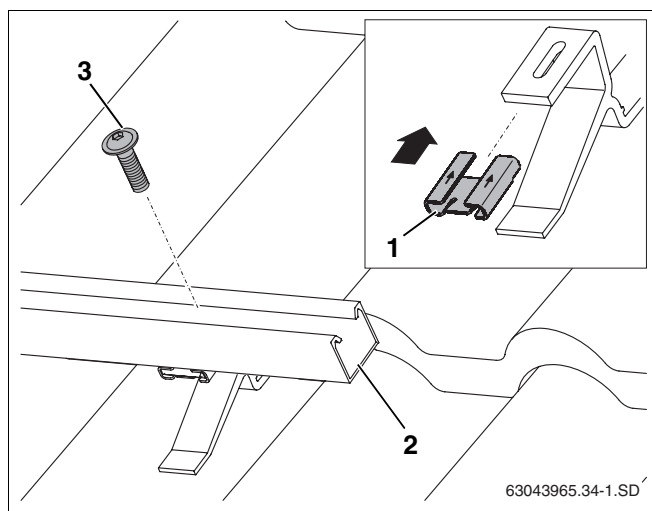

Fig. 32 Fixation des rails profilés sur les crochets
- Glisser l'écrou coulissant (fig. 32, **pos. 1**) dans le sens de la flèche sur les crochets de fixation.
- Poser les rails profilés inférieurs (fig. 32, **pos. 2**) sur les crochets et visser la vis M8 (fig. 32, **pos. 3**) sans serrer afin de pouvoir positionner les rails par la suite.